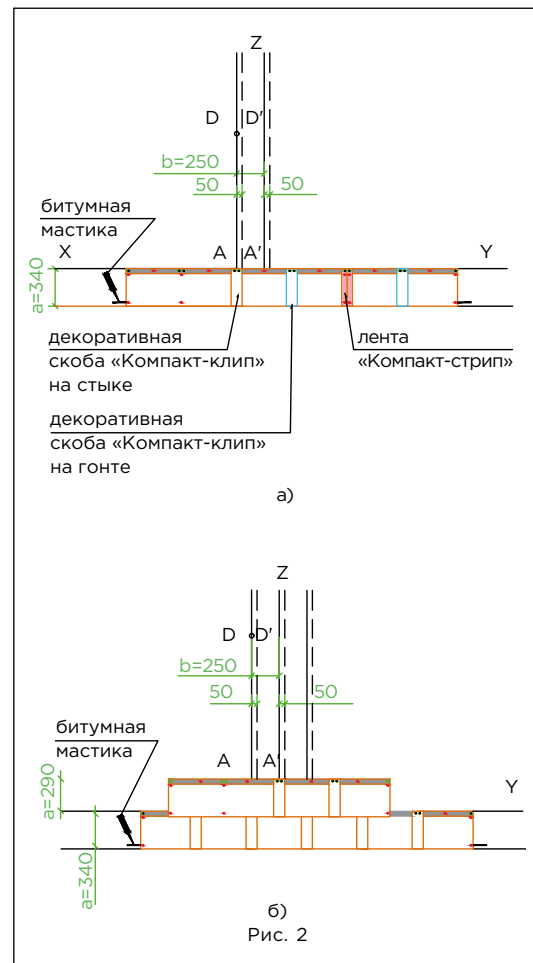

Рис. 2
Укладка материала (рис. 2)
- укладка черепицы начинается от линии AD, при этом ее верхний край выравнивается по линии XY (рис. 2а);
- листы первого ряда укладываются встык и фиксируются: тремя гвоздями по нижнему краю, отступив от длинной стороны на расстояние 30 мм, а от короткой стороны 20 мм; тремя гвоздями над ними, отступив от верхнего края листа 70 мм; двумя гвоздями в клеевую полосу на одинаковом расстоянии от краев и друг от друга (рис. 2а);
- правая сторона скобы «Компакт-клип» выравнивается по линии A'D' и фиксируется двумя гвоздями через специальные отверстия (рис. 2а), таким образом на один гонт черепицы приходится 12 шт. гвоздей;
- листы второго ряда черепицы укладываются от линии Z, их нижний край выравнивается по линии, параллельной XY; каждый лист фиксируется тремя гвоздями в 30 мм от нижней стороны; стыки и середина каждого листа закрываются декоративными скобами «Компакт-клип», которые также фиксируются двумя гвоздями (рис. 2б);